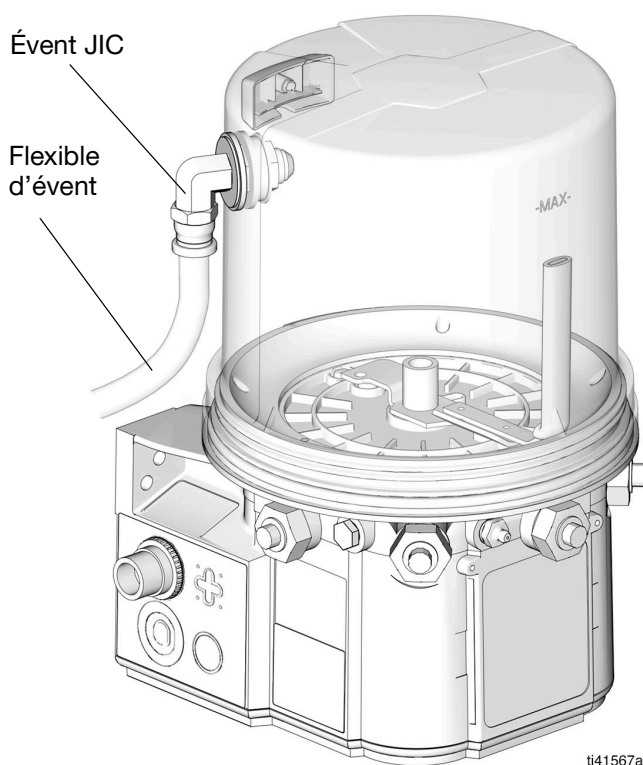

FIG. 14
**REMARQUE :** L'évent JIC et le flexible d'évent, s'ils sont fixés, ne doivent pas être utilisés comme orifice/indicateur de trop-plein (FIG. 14).